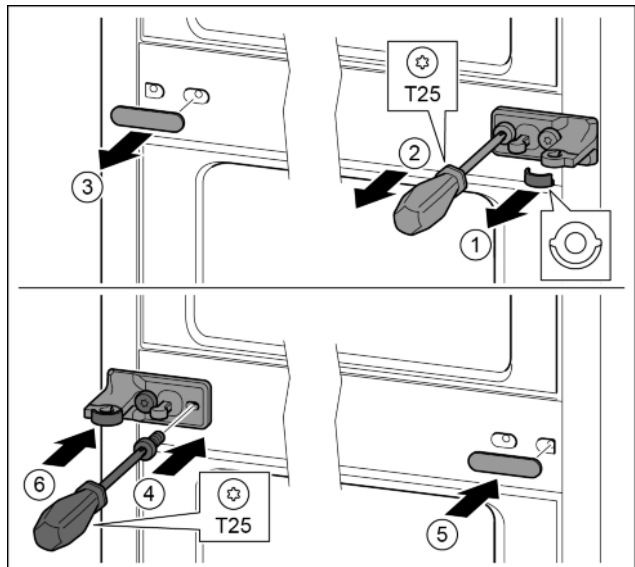

Fig. 32
- Húzza le a tárcsát. Fig. 32 (1)
- T25 csavarhúzóval tekerje ki a csavarokat. Fig. 32 (2)
- ▶ Óvatosan húzza le a fedelet. *Fig. 32 (3)*
- ▶ A csapágybakot a fóliával 180°-kal elfordítva erősen csavarozza fel a másik oldalra. *Fig. 32 (4)*
- ▶ A fedelet 180°-kal elfordítva szerelje a másik oldalra. *Fig. 32 (5)*
- ▶ A tárcsát előlről tolja be. *Fig. 32 (6)*